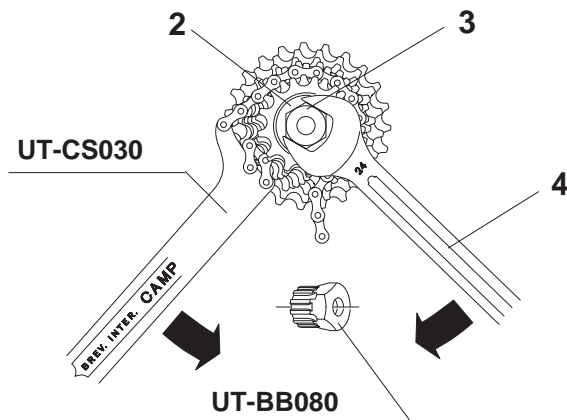

Fig. 8
- Avvitare la ghiera (2) (fornita in dotazione con la ruota), sul corpo ruota libera (Fig. 8). **NOTA:** le ghiera fornite con i pacchi pignoni fino a gamma '98 non sono compatibili con le ruote '99.
- Serrate la ghiera (2) con l'utensile (3) (cod. Campagnolo UT-BB080), utilizzando la chiave (4) da 24 mm e tenendo i pignoni bloccati con la frusta (UT-CS030) (Fig. 8).
- Enlevez la bague (2) du support et vissez-la sur le corps roue libre (Fig. 8).
- Vissez la bague (2) fournie avec la roue sur le corps roue libre (Fig. 8) **NB:** les bagues fournies avec les pignons jusqu'à la gamme 98 ne sont pas compatibles avec les roues 99.
- Serrez la bague (2) à l'aide de l'outil (3) (code Campagnolo UT-BB080), en utilisant la clé (4) de 24 mm (Fig. 8).
- Tighten the locking (2) (supplied with the wheel) on the freehub (Fig. 8). **N.B.:** the lockrings supplied with the sprocket packs up to the '98 model year are not compatible with '99 wheels.
- Remove the ring (2) and screw it onto the freewheel body.
- Use a 24 mm hexagonal wrench (4) and the Campagnolo tool (3) (code UT-BB080) to tighten the ring (2), while holding the sprockets with a chain whip (UT-CS030) (Fig. 8).
- Desmontar el soporte la virola (2) y enroscar ésta en el cuerpo de la rueda libre (Fig. 8).
- Enroscar la virola (2) que se sirve en equipamiento junto a la rueda en el cuerpo de la rueda libre (Fig. 8) **NB:** las virolas entregadas junto a las ruedas libres hasta la gama '98, no son compatibles con las ruedas '99.
- Apretar la virola (2) con el utensilio (3) (cód. Campagnolo UT-BB080), mediante la llave (4) de 24 mm manteniendo bloqueado el piñón con la llave especial con cadena (Fig. 8).
- Den Verschlüßring (2) (gehört zur Standardausrüstung des Laufrads) in den Freilaufkörper (Abb. 8) einschrauben.
- Den Verschlüßring (2) mit dem Werkzeug (3) (UT-BB080) und mit dem 24 mm Schlüssel (4) fest anziehen und dabei die Ritzel mit dem Kettengefänghalter (UT-CS030) (Abb. 8) festhalten.
- Verwijder de ring (2) (bijgeleverd) en schroef hem op de body (Fig. 8). **N.B.:** de sluitringen die meegeleverd zijn met de 1998 cassettes passen niet op de 1999 wielen.
- Draai de ring (2) vast met de sleutel (3) (Campagnolo code UT-BB080), gebruik hierbij een 24 mm schroef sleutel (4), terwijl u de tandwielkranstjes vasthoudt met een kettinkrans afnemer (Fig. 8).